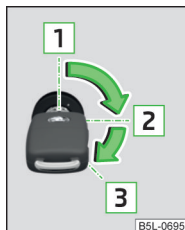

Bild 89
Positioner för bilnyckeln i tändningslåset » bild 89
- Vrid nyckeln till läget **1** » bild 89 på sidan 73.